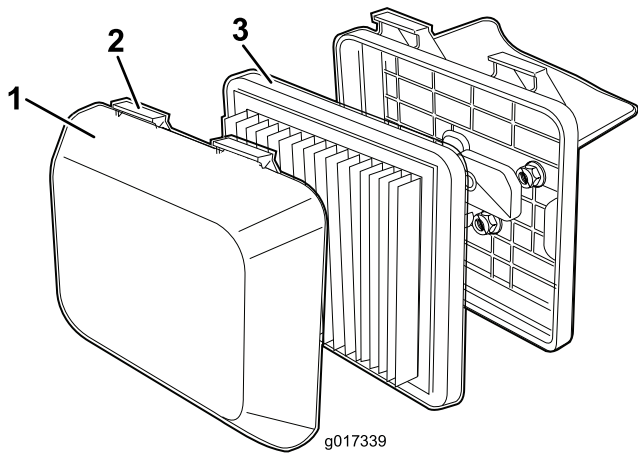

图20
1. 向下按空气滤清器盖子顶部的闩锁按钮（图20）。
3. 拆下空气滤清器滤芯（图20）。